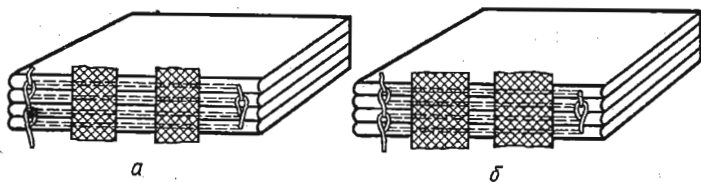

Рис. 44. Шитье нитками вручную на тесьмах:
**Шитье на марле или тесьме** применяется чаще, чем шитье на шнурах. Если корешковый материал узкий, например тесьма (рис. 44, а), то внешний стежок может обшивать этот материал, а если широкий (марля) — прошивать его (рис. 44, б).